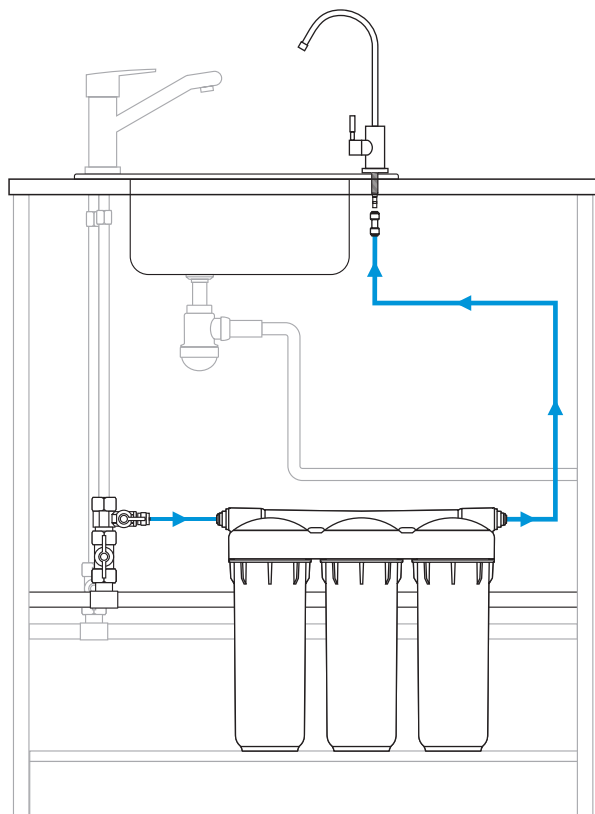

Рис. 2
1. Фильтр для воды серии АБФ-ТРИА (рис. 2) устанавливается в водопроводную магистраль "холодной" воды.